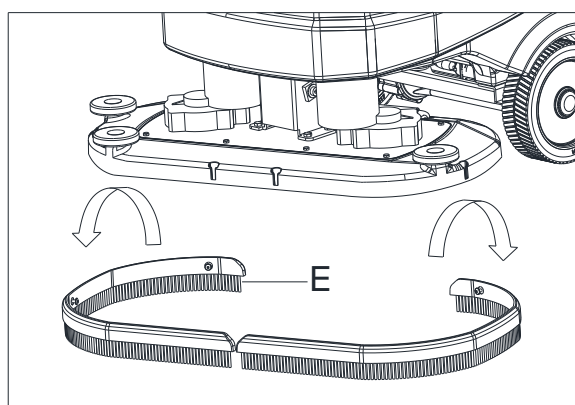

Figura 19
2. Rimuovere il paraspruzzi come in (E, Figura 19) e pulirlo (solo per macchina con spazzole a disco).